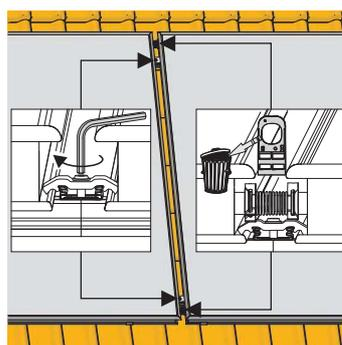

Fig. 3-30 Retirez les supports de montage
8. Vissez les mises à la terre doubles (fig. 3-30).
9. Retirez les supports de montage (fig. 3-30).